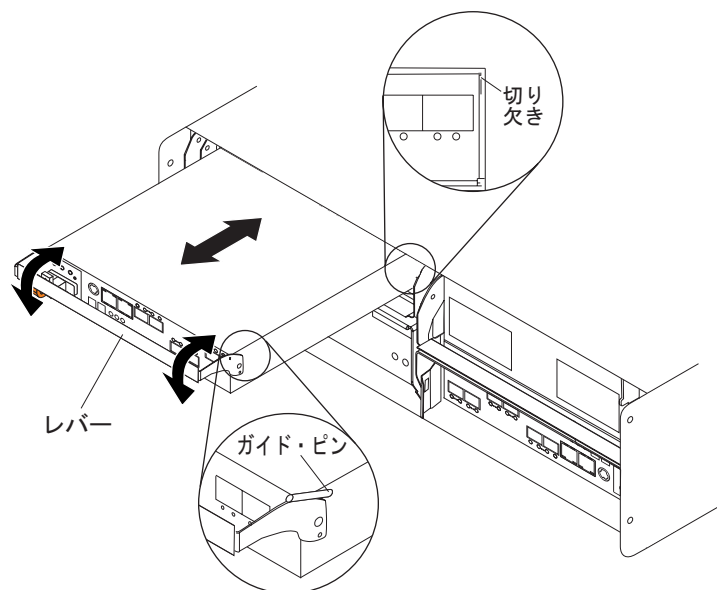

図 21. コントローラーの取り外しと再取り付け
1. 1 つのコントローラーをスライドさせてストレージ・サブシステムの空のスロットに入れます。49 ページの図 21 に示すように、コントローラーをスライドさせて入れる際、レバーがまっすぐ引き出されていることを確認してください。